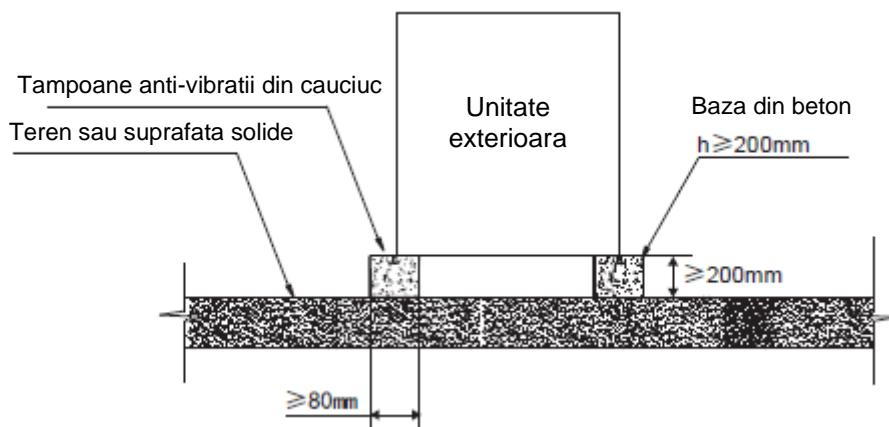

Fig.6-4 Vedere frontală a structurii de baza
- 4) O proiectare tipica a unei baze de beton este prezentata in Fig. 6-4. O specificatie tipica pentru beton este 1 parte ciment, 2 parti nisip si 4 parti piatra concasata cu bare de armare din otel. Marginile bazei trebuie sa fie sanfrenate.